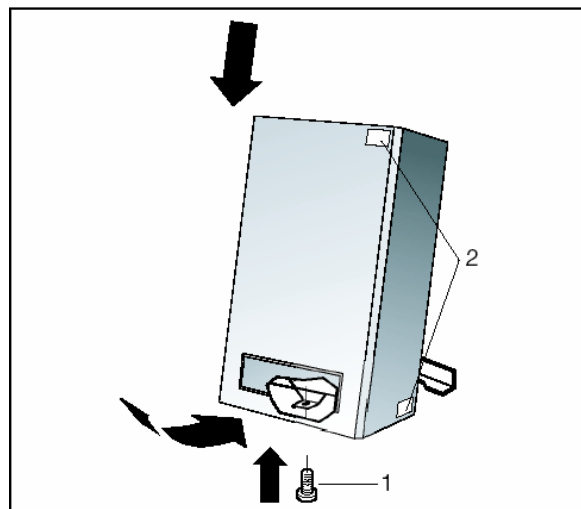

fig. 30 Kåpan återmonteras och skruven fastspänns
- Kåpan tas av (fig.30).
- Kåpan monteras igen och skruven spänns fast. (fig.30, pos.1).
- Den medföljande typskylten klistras på kåpens framsida eller sida. (fig.30, pos.2).
- Skruven och kåpan tas bort (fig.30).